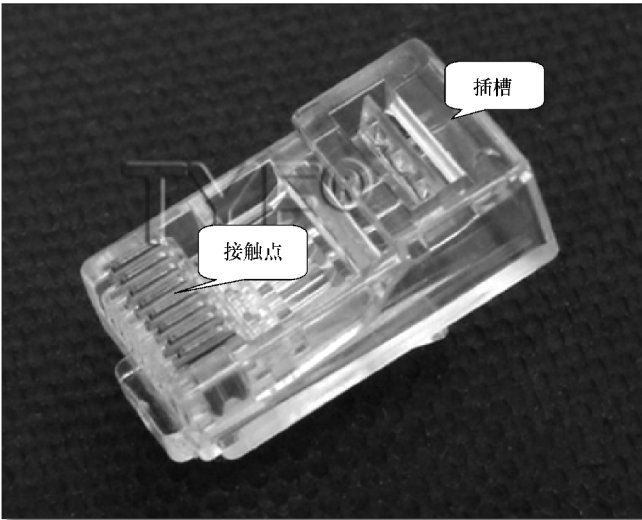

图 4-70 RJ-45 水晶头
1) 准备好网络连接的设备和器材，检查水晶头的插头和接口是否良好，如图 4-70 所示。